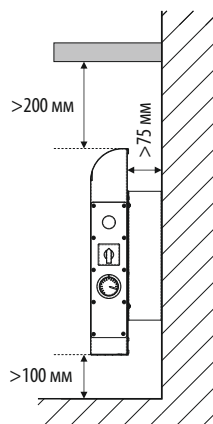

Рисунок 4.
6.1. Для нормальной работы конвектора необходимо обеспечить: расстояние до пола – не менее 100 мм, от задней панели конвектора до стены – не менее 75 мм, до боковой стены, мебели – не менее 200 мм, свободное пространство над конвектором – не менее 200 мм (см. рис. 4).